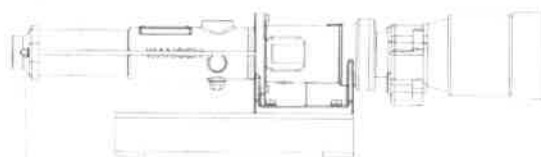

Fig. 9-2
3. Retirer le rotor 1037 par l'avant (en le tournant vers la droite, vu du côté de l'entraînement). Avec les plus gros stators, on doit utiliser une pince à chaîne. Bloquer l'ensemble de la pompe en rotation. (voir fig. 9-2)